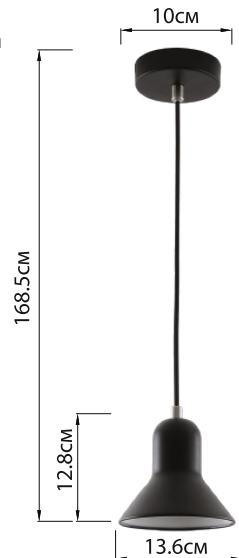

Рис.1
- Размеры изделий: - Рис.1 (PL-602S Cxx)